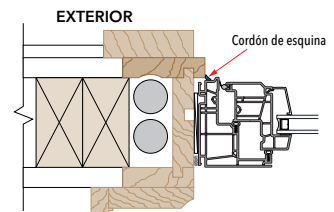

Figura 1
- Si el espacio entre el marco de la nueva ventana y la abertura es de más de 0,64 cm (1/4"), continúe con el paso (B). Si es menor que 0,64 cm (1/4") o si el marco no se proyecta más allá del tope exterior (Figura 1), continúe con el paso (C).
- Aplique un cordón de sellador continuo donde el nuevo marco entra en contacto con el tope exterior (Figura 1) o entre el marco y la abertura (Figuras 2, 3 y 4). Continúe el sello a lo largo de la parte inferior del adaptador para alféizar (si se aplica). No bloquee los orificios de drenaje.